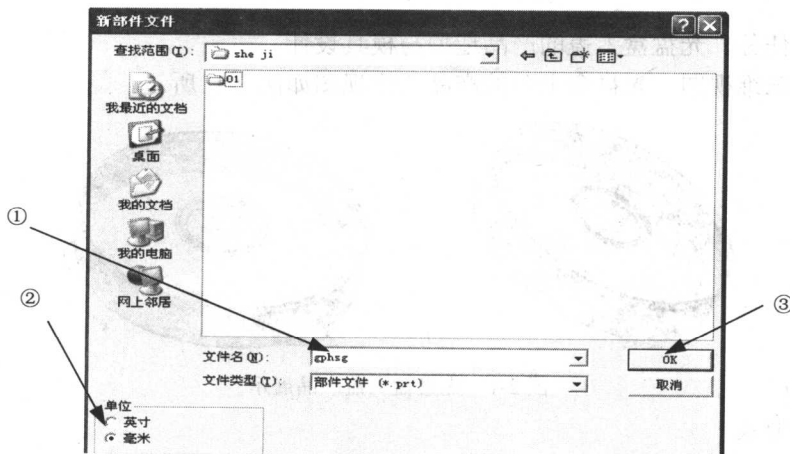

图 2-3 【新部件文件】对话框
(1) 在 Windows 环境下, 依次选择【开始】→【程序】→【NX 3.0】→【NX 3.0】命令, 进入 UG NX 3.0 的操作界面。
(2) 单击【新建】按钮, 弹出【新部件文件】对话框, 然后输入新文件名 gphsg, 单位选择【毫米】, 单击【OK】按钮, 如图 2-3 所示。